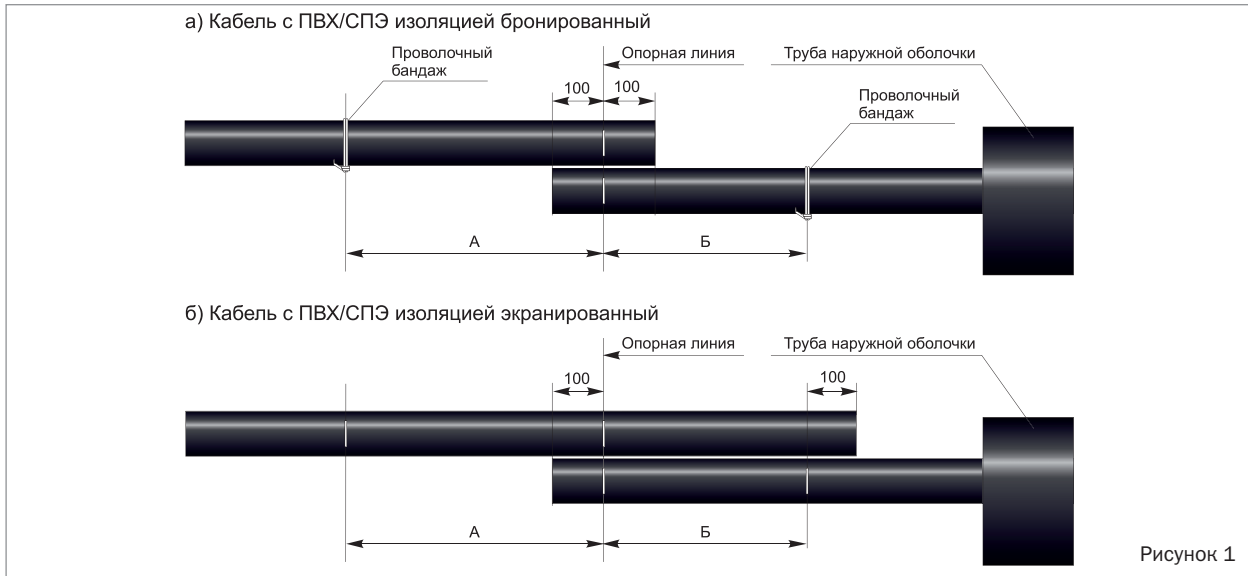

Рисунок 1
- На п/э рукав (на рисунке не показан) надеть трубу наружной оболочки (см. рисунок 1).